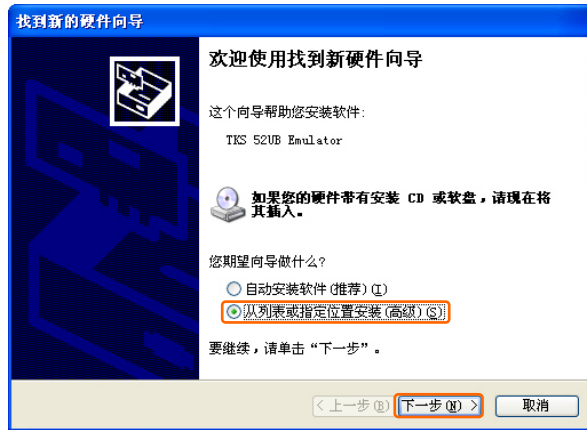
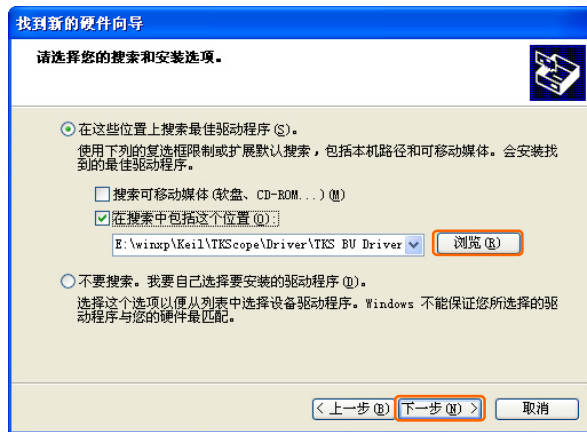
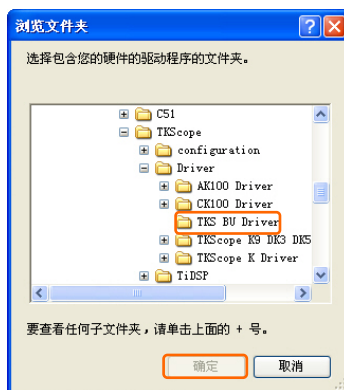

图 2.10 找到新硬件向导
图 2.11 选择驱动提示框
图 2.12 指定具体位置
驱动程序安装之后，第一次使用仿真器，给其上电时，一般情况下系统会弹出如图 2.10 所示的对话框。此时，需要制定 USB 设备驱动的具体位置。
1. 选择图 2.10 中的【从列表或指定位置（高级）】选项，然后点击【下一步】，此时系统会弹出如图 2.11 所示的对话框。
2. 点击图 2.11 中【浏览】选项，进入如图 2.12 所示的界面。按照 TKS-BU 仿真器驱动安装的路径，找到驱动文件 TKS BU Driver，然后点击【确定】。